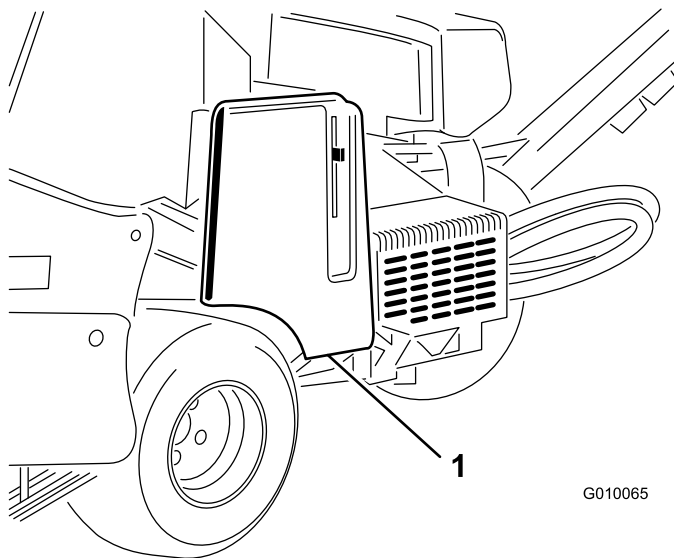

Рисунок 55
1. Расфиксируйте и снимите крышку ремня (Рисунок 55).
1. Расфиксируйте и снимите кожух ремня (Рисунок 55).